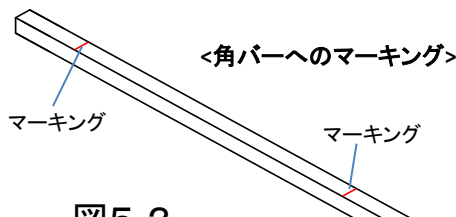

図5-2
- ・確認したMバーのピッチを元に角バーへマーキングして下さい(図5-2)。